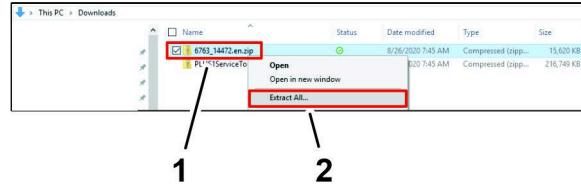

Bild 34
1. Öffnen Sie das Download-Verzeichnis auf Ihrem Laptop und klicken Sie mit der rechten Maustaste auf die Verknüpfung 6763\_14472.de.zip, und klicken Sie im Dropdown-Menü auf die Verknüpfung Alle extrahieren... (Bild 34).